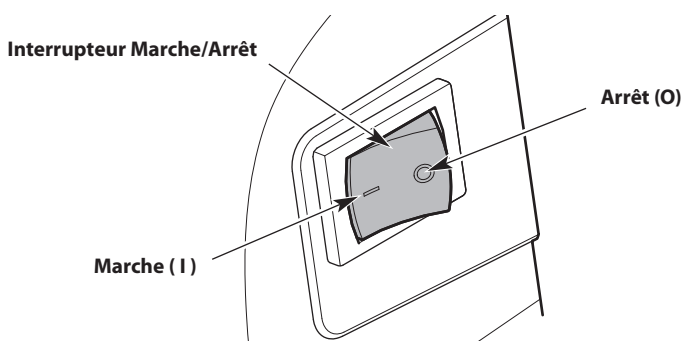

Fig. 11
REMARQUE : il n'est pas nécessaire de démarrer l'appareil. L'interrupteur de marche/arrêt est constamment en position de **Marche (1)** (Fig. 11).
2. Appuyez sur l'interrupteur de marche/arrêt et maintenez-le enfoncé en position **d'Arrêt (O)** jusqu'à ce que le moteur s'arrête complètement (Fig. 11).